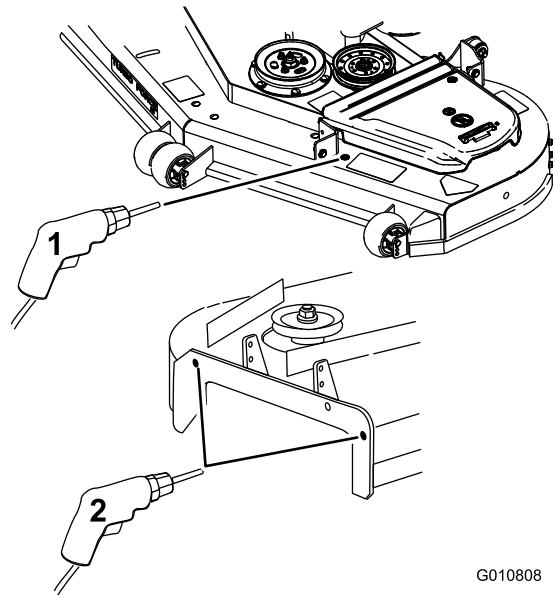

Figure 6
1. Vérifiez le diamètre des trous aux emplacements indiqués à la Figure 6.
2. Percez les trous au diamètre spécifié aux emplacements indiqués sur la Figure 6.